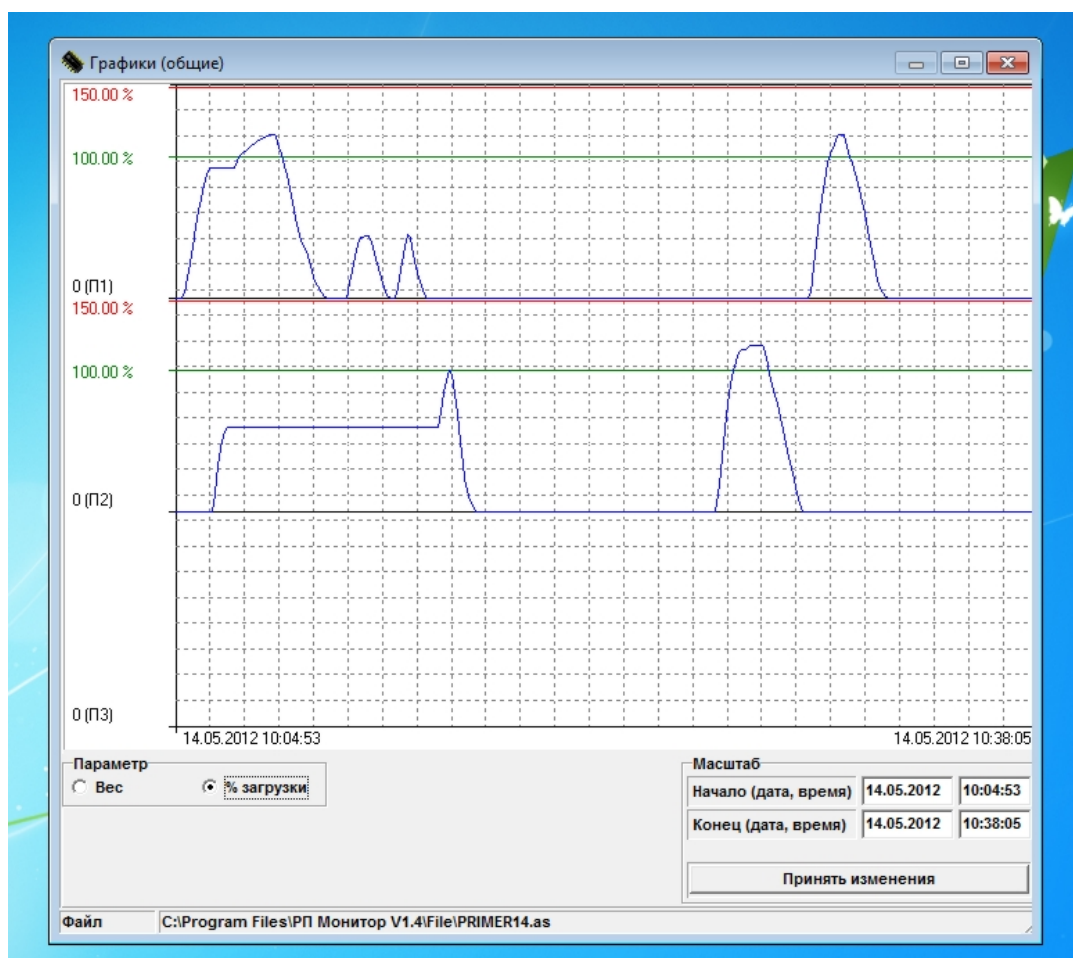

Рис.20
6.4.6. Раздел "Графики" выводит на экран многоцелевое окно для вывода считанной информации в графическом виде, Рис.20.